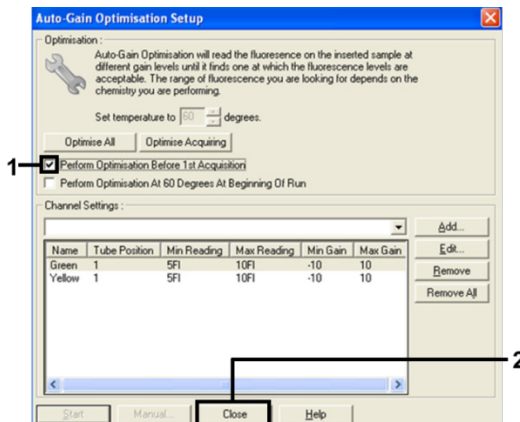

Figure 12. Sélection des canaux Green et Yellow
14. Cocher la case **Perform Optimisation before 1st Acquisition** (Effectuer l'optimisation avant la 1re acquisition), puis cliquer sur **Close** (Fermer) pour revenir à l'assistant (figure 12).